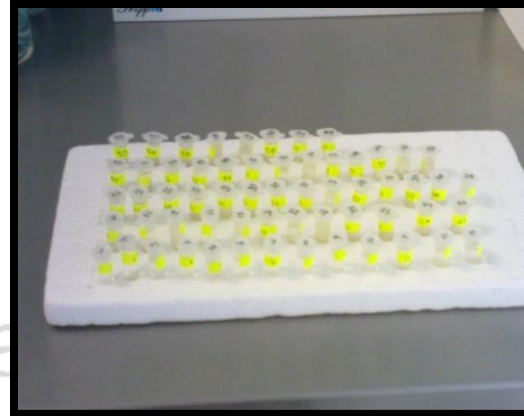

Ilustración 10 TUBOS EN EL CUADRO DE UNICEL.
1. Se colocan los tubos en el cuadro de unigel previamente etiquetados en forma consecutiva sin duplicar el número asignado, asegurándose de que los tubos queden bien cerrados y al momento de colocarlos queden bien fijos (ilustración 10)